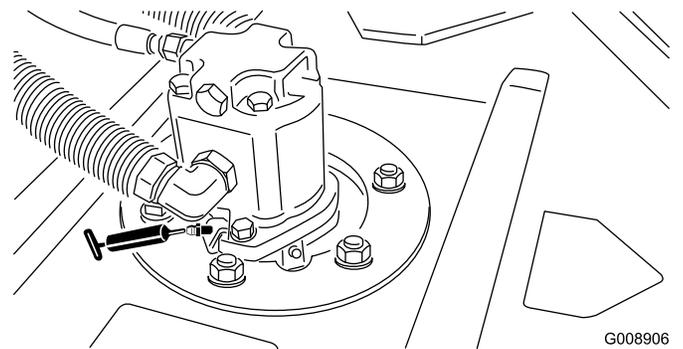

Figure 41
- Roulements d'axes de pivots de plateau de coupe (1 par plateau de coupe) (Figure 41)